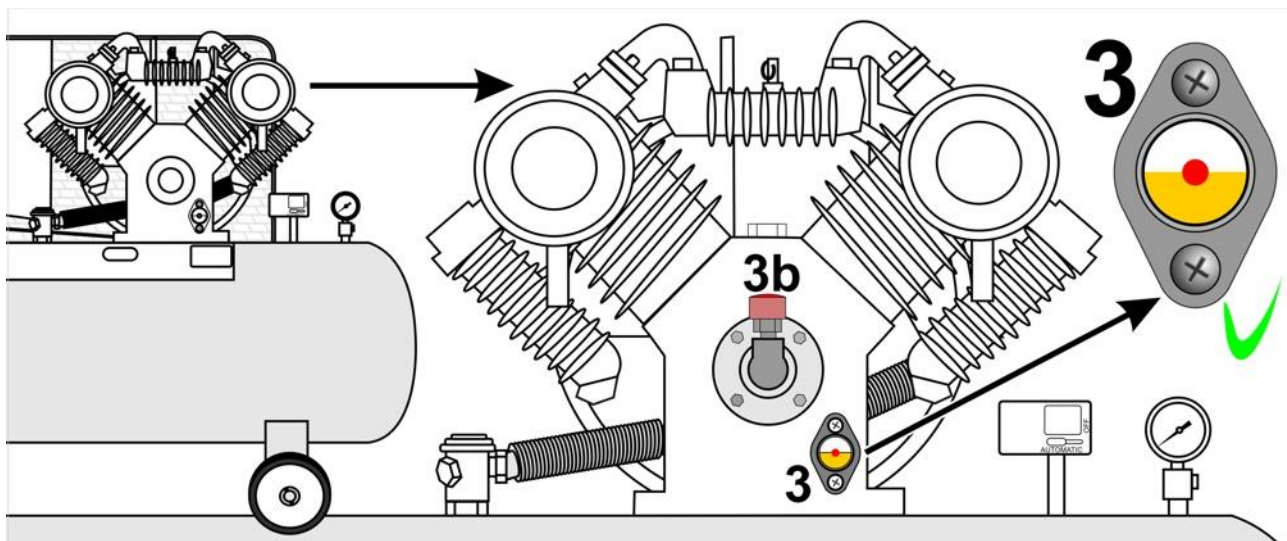

Bild 4
- Füllen Sie ein Schmieröl nach Maßgabe des Herstellers (siehe Seite 5, „Herstellerempfehlung zur Viskosität des verwendeten Schmieröls“) in das Kurbelgehäuse ein, bis der Pegel des Öls sich in der Mitte des roten Kreises im Sichtglas (Bild 4, Nr. 3) befindet.